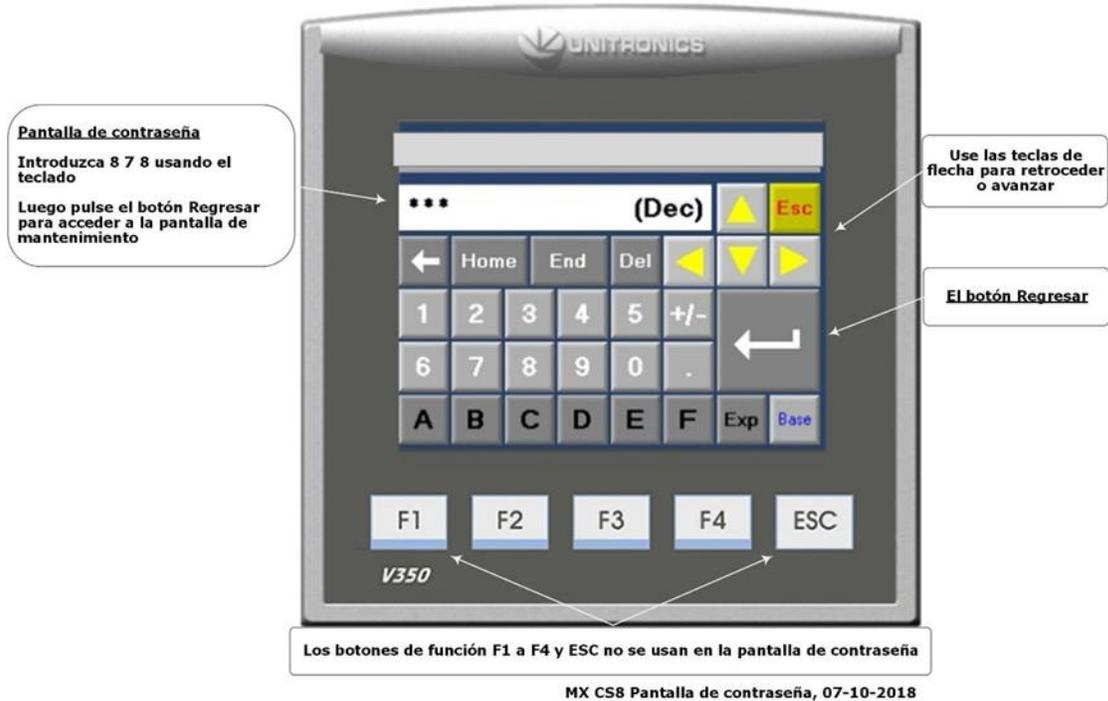

Figura 10-5: Pantalla de contraseña
- **Vea la Figura 10-5 para conocer la pantalla de contraseña**